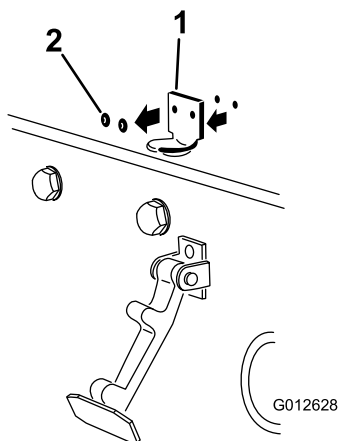

Bild 8
2. Entfernen Sie die zwei Nieten, mit denen die Halterung des Motorhaubenriegels an der Motorhaube befestigt ist (Bild 8).